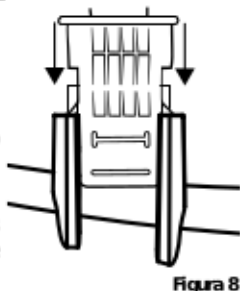

Figura 8
3. Inserte las chavetas en las ranuras correspondientes. Empuje con firmeza hasta que las chavetas se traben en su lugar (Figura 8).